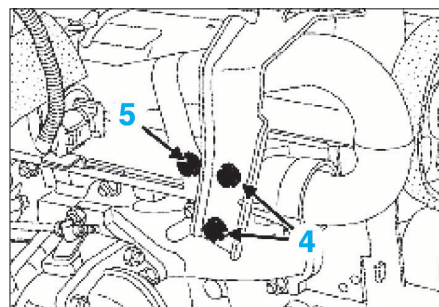

FIG. 76
- les vis de fixation (4) de l'anneau de levage côté distribution (Fig.76),